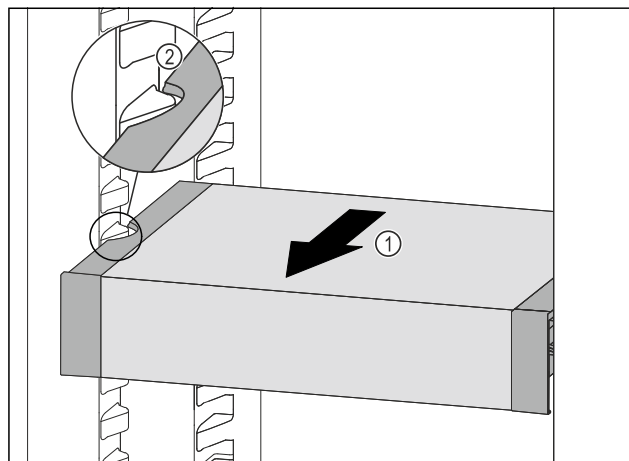

Fig. 188
- Trageți în față VarioSafe Fig. 188 (1), până când degajările laterale ale VarioSafe se află la înălțimea nervurii recipientului din frigider. Fig. 188 (2)